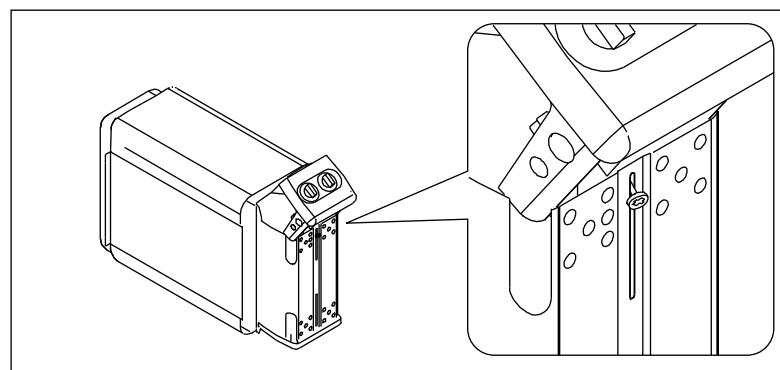

Рисунок 8.
- Когда кабель присоединен, торцевая часть с приборами управления осторожно возвращается в электрокоробку. См. рис. 8. Перед затяжкой крепежного шурупа убедитесь, что край электрокоробки находится в дне паза торцевой части.
- Каменка гибким проводом подсоединяется к соединительной коробке (рис. 8: А) на стене сауны. Соединительная коробка должна быть брызгозащищенной и находиться на расстоянии не выше 500 мм от пола.
- В качестве кабеля (рис. 8: В) следует использовать резиновый кабель типа H07RN-F или подобный.